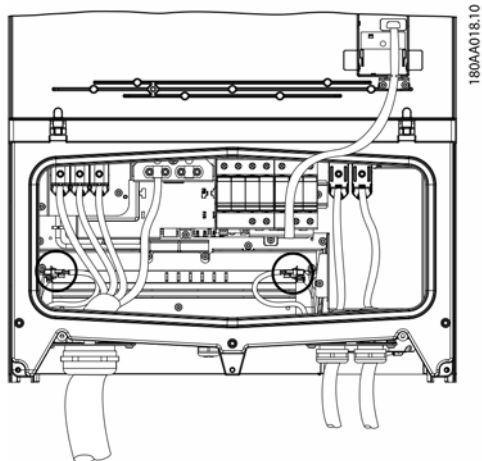
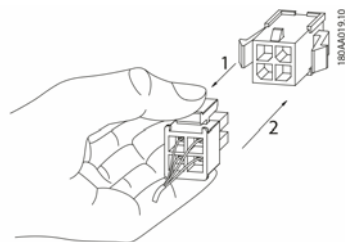

Figura 1.1
Figura 1.2
3. Staccare i 2 cavi neri dell'alimentazione di corrente della ventola posti esternamente 1 a destra e 1 a sinistra. La figura 1.1 mostra la posizione dei cavi e il punto (1) nella figura 1.2 indica come estrarre il terminale del cavo nero.
- Inserire i 2 connettori a spina dei 2 cavi finché non si sente uno scatto. V. figura 1.1 e il punto (2) nella figura 1.2.